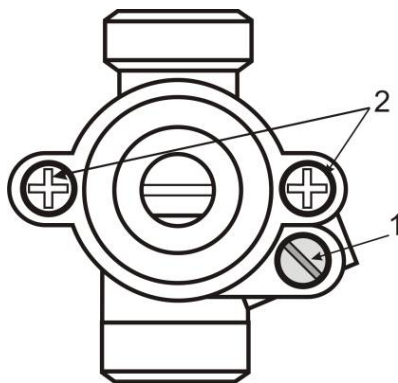

Рис.5 Кран горелок открытого пламени
- С помощью регулировочного винта 1 (рис.5) отрегулируйте подачу газа на горелку. При повороте регулировочного винта по ходу часовой стрелки подача газа на горелку уменьшается, при повороте против хода часовой стрелки – увеличивается.